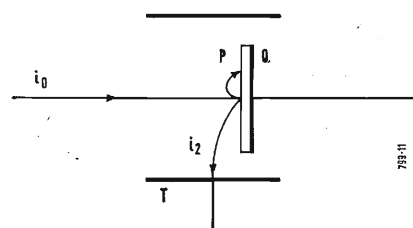

Fig. 5 - Coefficiente di emissione secondaria apparente.
2.2.2. - Coefficiente d'emissione secondaria apparente δ' (fig. 5).
Questo difetto è stato eliminato nel tubo «Barrier Grid Storage» disponendo una griglia a maglie molto fini ed a grande trasparenza a qualche centesimo di millimetro dalla superficie del dielettrico. Nel caso II_B (punto D' della fig. 4) gli elettroni secondari sono contenuti, dal campo ritardante della griglia, e ricadono nelle immediate vicinanze del punto di collisione (fig. 5); la griglia evita anche una perturbazione delle cariche già depositate e migliora la definizione.